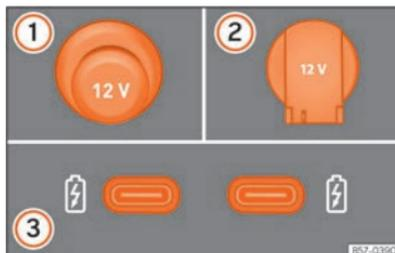

Abb. 158 12-Volt-Steckdosen im Fahrzeug
»» (Abb. 158)
Je nach Ausstattung und Land kann das Fahrzeug auch über USB-Anschlüsse mit **ausschließlicher Lade- oder Steckdosenfunktion** »» (Abb. 158) ③ verfügen.